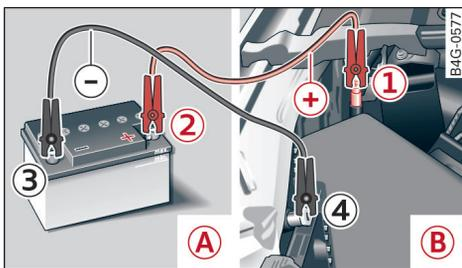

图 294 用另一辆汽车的汽车蓄电池进行跨接启动：A - 供电的蓄电池，B - 电量耗尽的蓄电池
1. 将正极红色电缆的一端固定在待启动车辆 B 的跨接启动销 ① ⇨ 图 294 上（红色盖板下的启动销 = “正极”）②。
2. 将正极红色电缆的另一端固定在供电的汽车蓄电池 A 的正极 ③ 上。